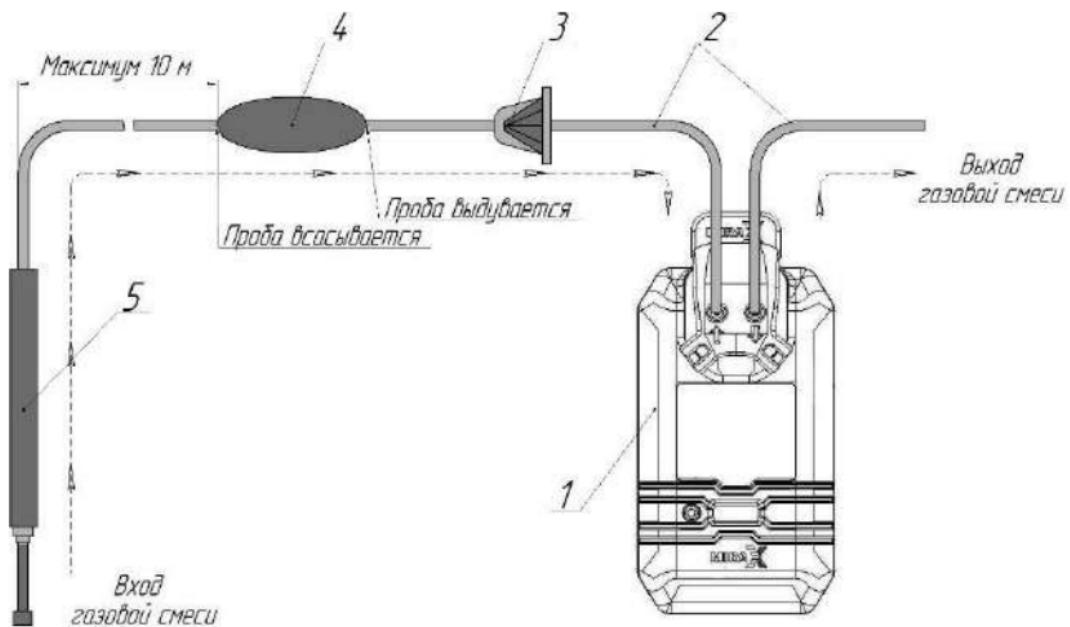

Рис. 6. Схема соединения ручного насоса и газоанализатора.
- Последовательность соединения ручного насоса с газоанализатором должна быть в строгом соответствии с Рис. 6. Радиус изгиба пневматической магистрали должен быть не менее 20 мм.